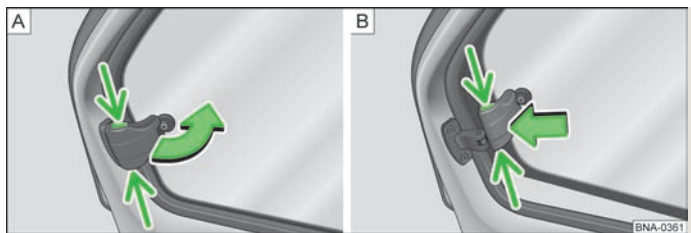

Fig. 18 Vitre arrière
- Attrapez le verrouillage par l'évidement » fig. 18 - [\[A\]](#) et ouvrez la vitre dans le sens de la flèche.
- Pour verrouiller la vitre en position ouverte, appuyez sur le verrouillage dans le sens de la flèche » fig. 18 - [\[B\]](#).
- Attrapez le verrouillage par l'évidement et tirez dans le sens inverse de la flèche » fig. 18 - [\[B\]](#).
- Refermez la vitre dans la position initiale dans le sens inverse de la flèche » fig. 18 - [\[A\]](#) jusqu'à ce que le verrouillage s'enclenche de façon audible.